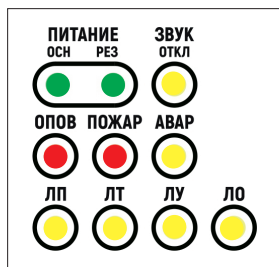
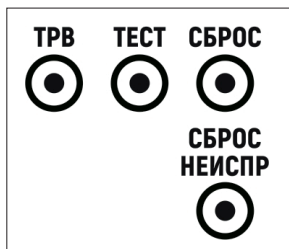

Рис. 4. Индикаторы состояния системы
Рис. 5. Органы управления
- 2) оптические индикаторы (рис. 4) и органы управления (кнопки) (рис. 5);
#### 3.1.1. Индикаторы состояния системы на передней панели изделия (рис. 4)
### 3.1.2. Органы управления на передней панели изделия (рис. 5)
Сброс оповещения осуществляется нажатием кнопки «**СБРОС**», расположенной на корпусе изделия (рис. 5).